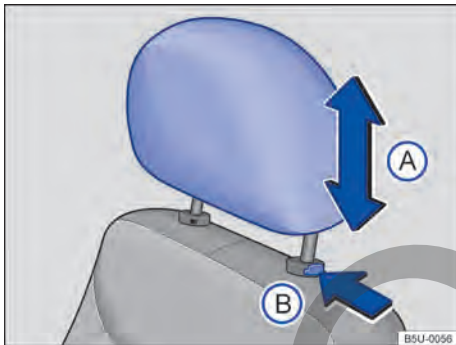

Fig. 59 Apoyacabezas delantero: desinstalar.
- Presionar la tecla → **fig. 59 (B)** en el sentido de la flecha. Retire el apoyacabezas mientras presiona la tecla.
- Empujar el apoyacabezas completamente hacia abajo con la tecla → **fig. 59 (B)** presionada.